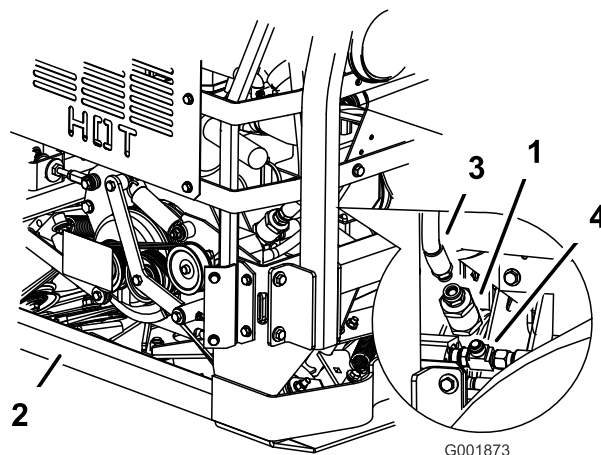

Bild 73
1. Stellen Sie ein Auffanggefäß unter den Filter, nehmen Sie den Hydraulikschlauch vom Filter ab (Bild 73).
2. Nehmen Sie den Hydraulikfilter des Lüfters vom T-Anschluss unten am Filter ab (Bild 73).
3. Setzen Sie den Filter auf den T-Anschluss unten und den Hydraulikschlauch oben (Bild 73).